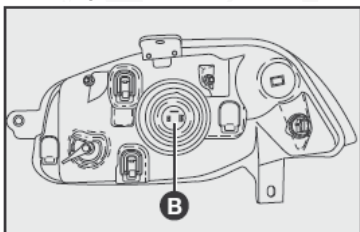

fig. 32
- 2) Retire la tapa plástica B-fig. 32 para tener acceso a los faros;